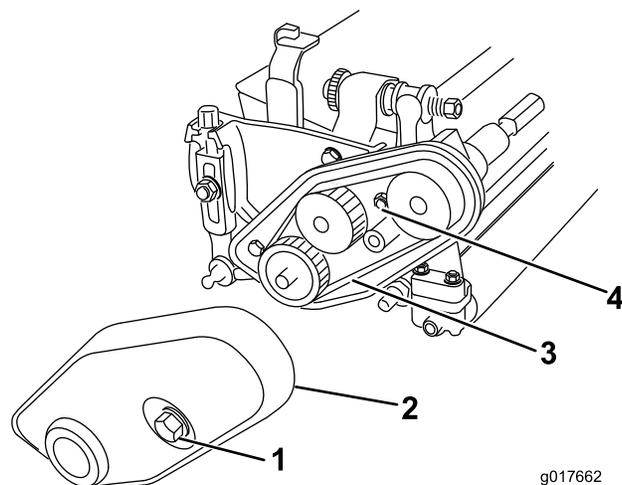

Figura 6
1. Desaperte o parafuso cativo que prende a cobertura da correia à unidade de corte até que possa remover a cobertura (Figura 6).
2. Desaperte a porca de tensionamento da correia e retire a correia (Figura 6).